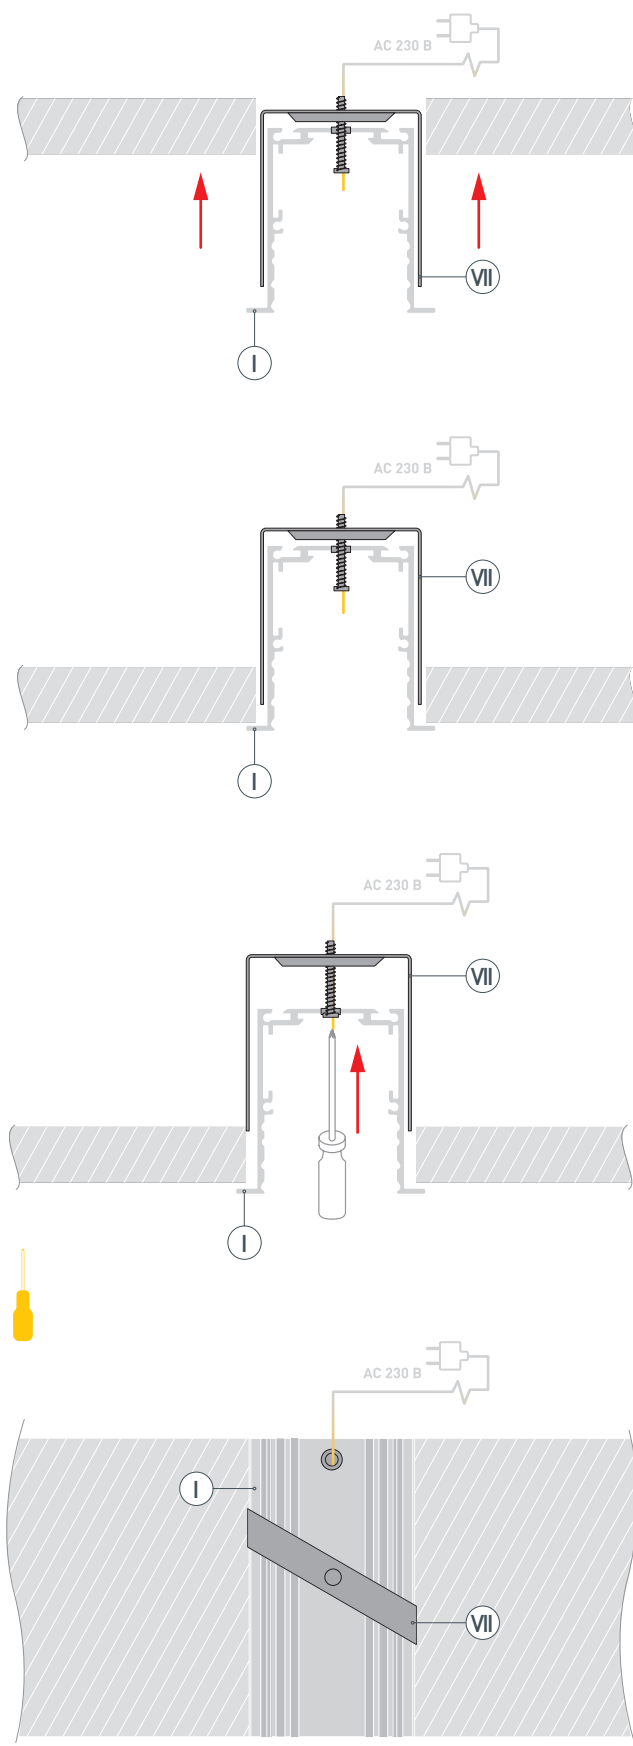

Рис. 1. Установленный держатель в пазу, вид сверху
- 4 / Чтобы зафиксировать профиль (I) на поверхности закрутите винт держателя до упора по часовой стрелке, таким образом держатель (VII) повернется и его ребра плотно прижмутся к боковым стенкам профиля (рис. 1.).